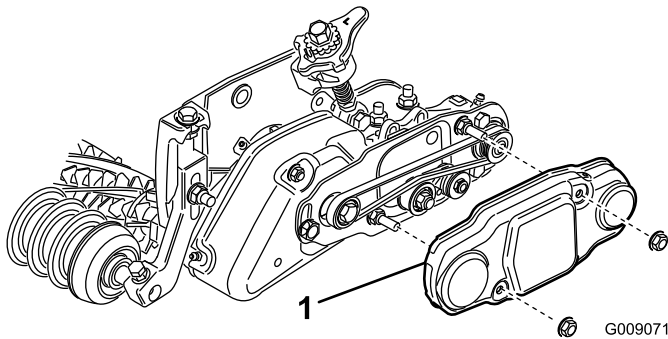

Figura 36
48. Deslize a cobertura da correia para os parafusos de montagem e fixe-a com (2) porcas flangeadas (Figura 36).